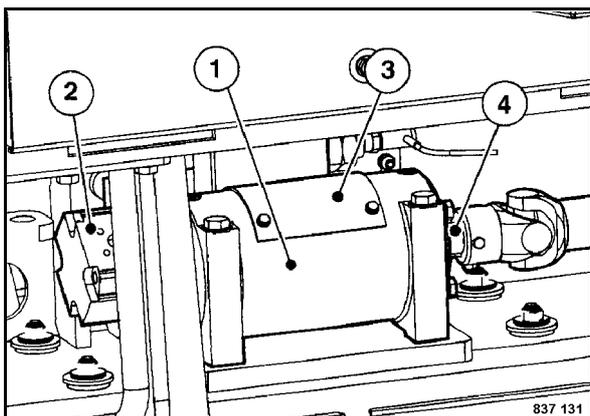

Fig. 119
- Smontare il coperchio 3 (Fig. 119)
- Girare l'albero d'eccitazione (4) con la mano fino a quando l'eccentrico si trova a monte.